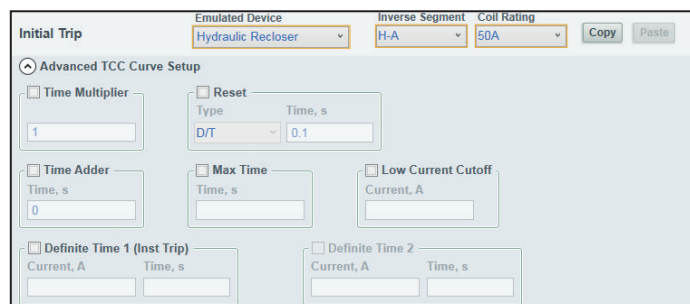

Figura 101. La Configuración Avanzada de la Curva TCC cuando se selecciona el Reconectador Hidráulico en Dispositivo Emulado.
**Advanced TCC Curve Setup (Ajuste de Curva TCC Avanzado)** (opcional). (Haga clic en las palabras para expandir/contraer el área). Ver la Figura 101.